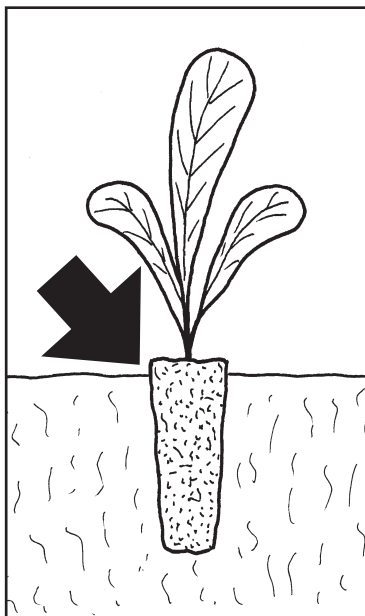

Fig. 1
- 7) Dopo alcuni metri, fermarsi e verificare che la distanza tra le piante e la profondità delle stesse siano quelli desiderati. Nel caso di pianta poco profonda (**Fig. 1**) o troppo profonda (**Fig. 2**), agire sulla manopola (**A**) girandola in senso ORARIO per aumentare la profondità; mentre ruotarla nell'altro senso per diminuire la profondità.
- 7) After a few meters, stop and make sure that the distance among the plants and their depth correspond to the needs. In case the plant is not deep enough (**Fig. 1**) or too deep (**Fig. 2**), adjust the depth by means of the knob (**A**) turning it clockwise to increase the depth; or turning it counter clockwise to decrease the depth.
- 7) Après quelques mètres, s'arrêter et vérifier que la distance entre les plantes et leur profondeur correspondent à celles souhaitées. Dans le cas d'une plante peu profonde (**Fig. 1**) ou trop profonde (**Fig. 2**), agir sur la poignée (**A**) en la tournant dans le sens HORAIRE pour augmenter la profondeur; tandis qu'il faut la tourner dans le sens inverse pour diminuer la profondeur.